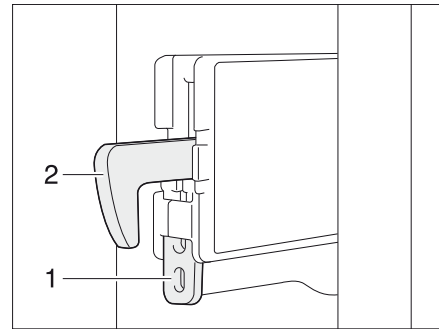

Bild 339 Fixering låskrok
**Fixera låskroken:** ■ Tryck upp fixeringen (Bild 339,1). Låskroken (Bild 339,2) trycks upp och är ur funktion.
**Lossa låskroken:** ■ Tryck ned låskroken (Bild 339,2). Låskroken är åter i funktion.